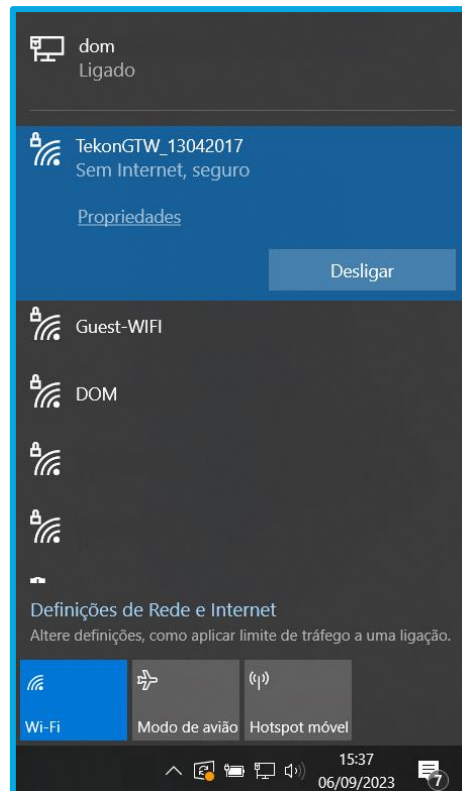

Figura 10 – Rede da Universal IoT Gateway.
1. Para se conectar via Wi-Fi, deve aceder à rede definida na etiqueta do equipamento por Wi-Fi SSID (TekonGTW_XXXXXXXXX, Figura 10) com a respetiva password.